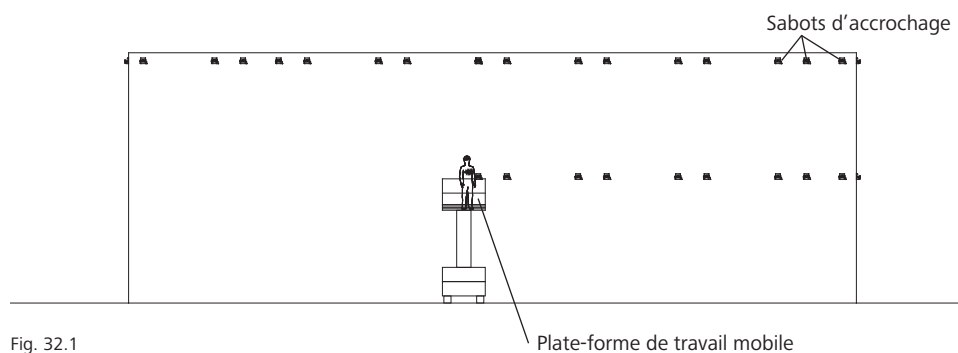

Fig. 32.1
- plates-formes de travail mobile (Fig. 32.1)